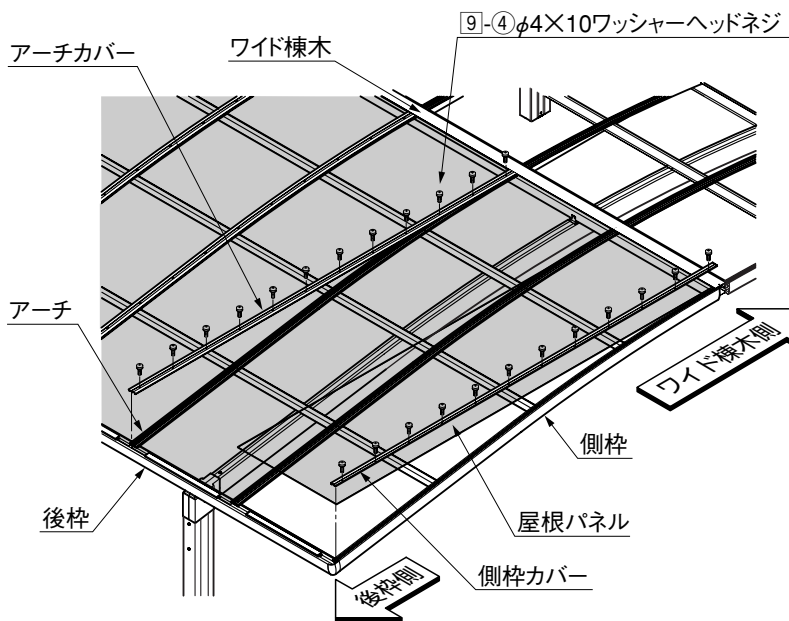

図5-5
- 1 アーチカバー・側杵カバーをワイド棟木に突き当てて、ワイド棟木側からアーチに9-4で取付けてください。(図5-5参照)